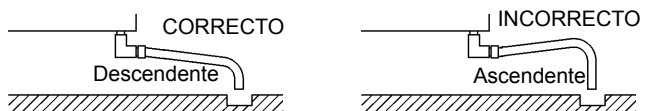

Fig. 3
- * Para evitar una contracorriente en la cuba de almacenamiento, el tubo de salida debe instalarse como se indica en la fig. 3.